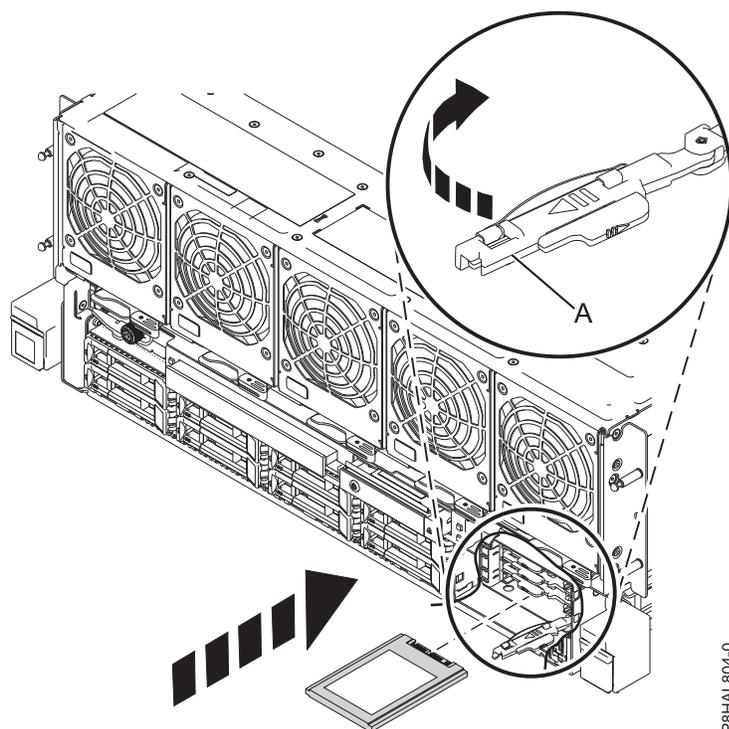

Figure 9. Installation d'une unité SSD dans un système à 8408-44E ou 8408-E8E
14. Avec la poignée de la baie d'unité SSD (**A**) en position déverrouillée, tirez le levier vers l'extérieur pour accéder aux rails de guidage de l'emplacement SSD. Maintenez l'unité SSD par le dessous tout en l'alignant avec les rails de guidage de l'emplacement SSD. Pour plus d'informations, voir figure 9, à la page 17.
18. Verrouillez l'unité en faisant tourner la poignée de la baie (A) dans la direction indiquée. figure 9.